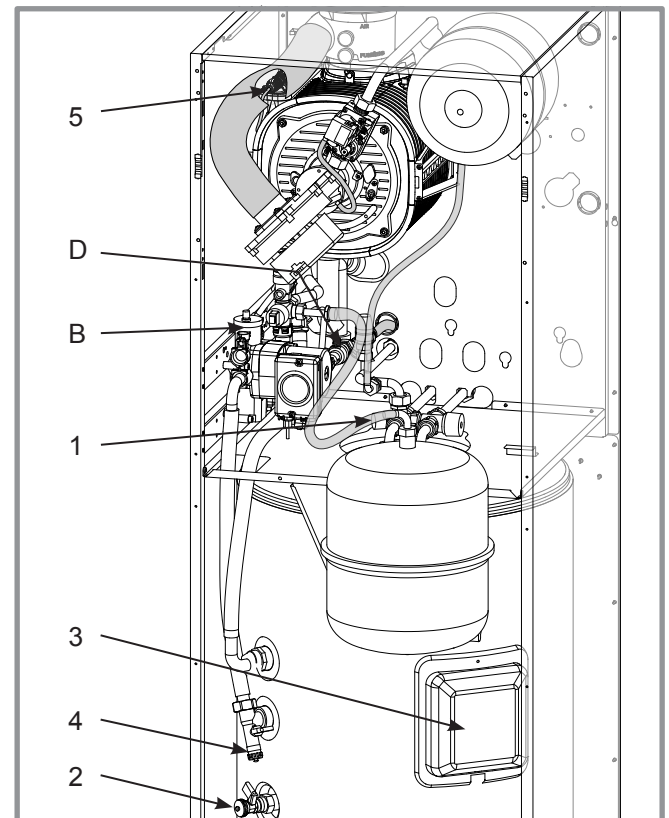

figure 53 - Vannes et purgeur
(*figure 53, page 45*, rep. 4).
- Ouvrir le purgeur de la chaudière (*figure 53*, rep. 5).